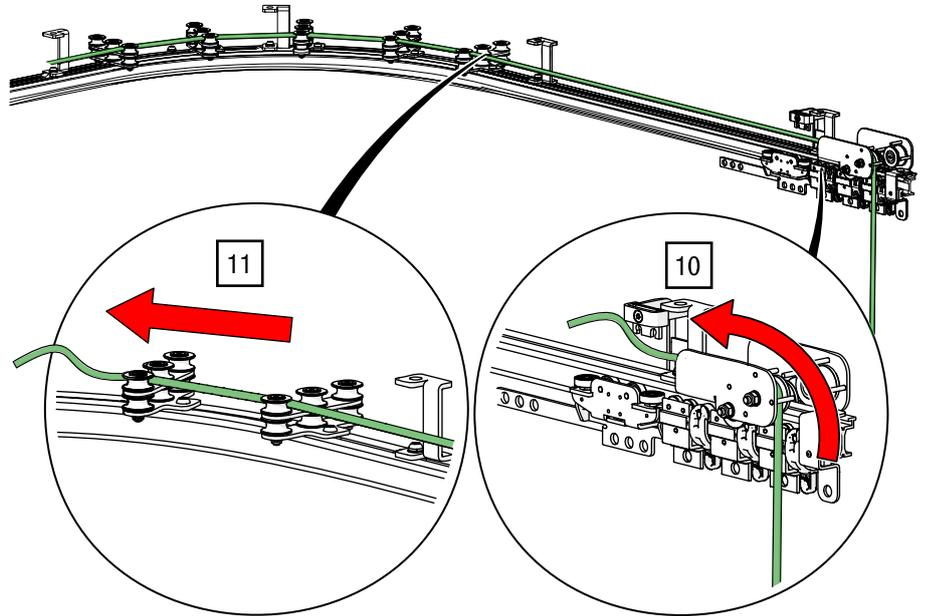

Abb. 108: Doppelt oben liegende Seilführung – Seil durch Ableitrolle und Seilführung führen
10. Fädeln Sie das Seil linksseitig durch die Ableitrolle nach oben (siehe Abb. 108).
11. Führen Sie das Seil am ersten Zugwagen vorbei durch die oberen Rollen der Seilführungen (siehe Abb. 108).